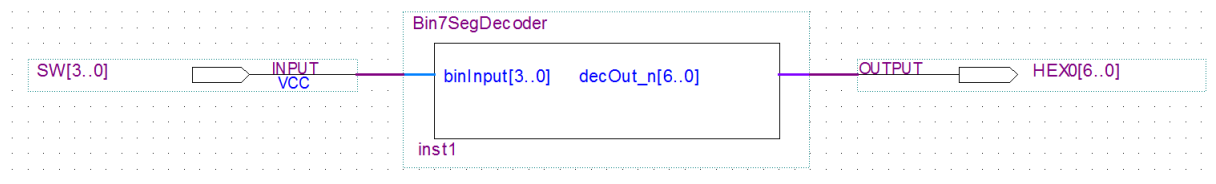

Figura 10 – Instanciação do módulo “Bin7SegDecoder” e ligação a pinos da FPGA.
6. Num novo ficheiro chamado "DisplayDemo.bdf", crie um esquema lógico para instanciar o decodificador binário→7 segmentos e associar os respetivos portos a pinos concretos da FPGA do *kit* de desenvolvimento. Como mostra a Figura 10, ligue as entradas a interruptores e as saídas aos sinais de controlo dos segmentos do *display* HEX0.